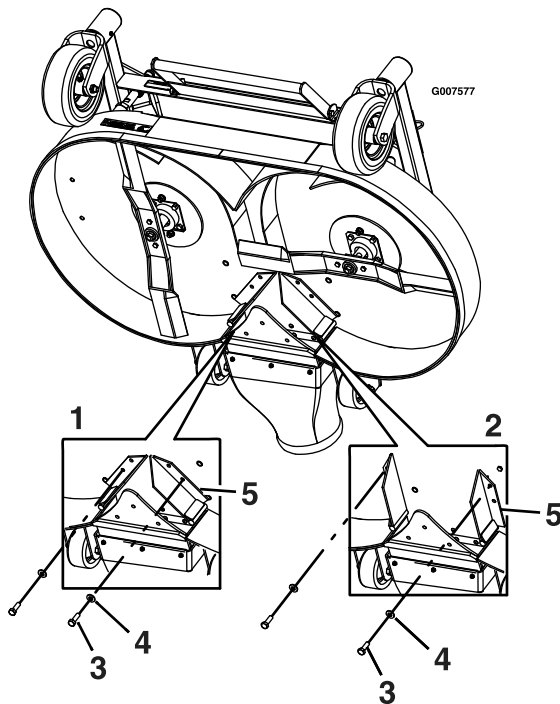

Figura 25
7. Rimuovete il bullone e la rondella nella parte anteriore di ciascun deflettore FRS (Figura 25).